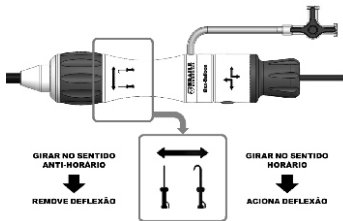

Figura 19:
- G.8. Verificar a integridade do sistema de deflexão: girar completamente a rosca de deflexão localizada na manopla, acompanhando e observando a deflexão da bainha deflectível. Após a verificação, retornar a rosca de deflexão à posição inicial. Observar as marcações próximas à rosca de deflexão para verificar a orientação correta para girá-la, conforme Figura 19.